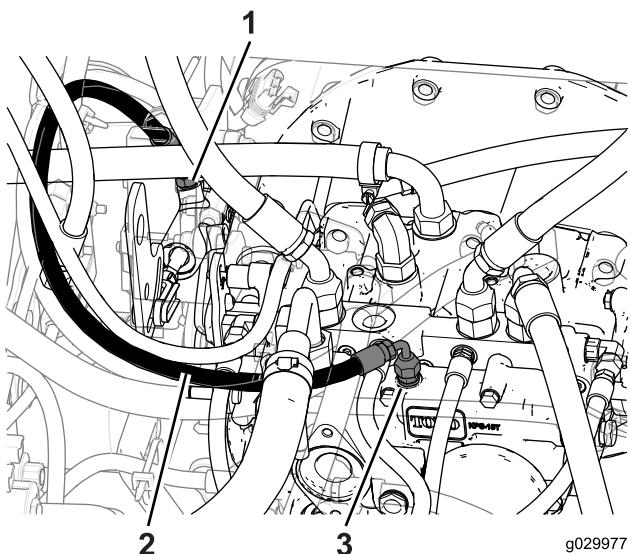

Figure 12
4. Branchez le raccord (90°) qui est au bout du petit flexible hydraulique sur le raccord hydraulique (droit) de la transmission hydraulique Figure 12.